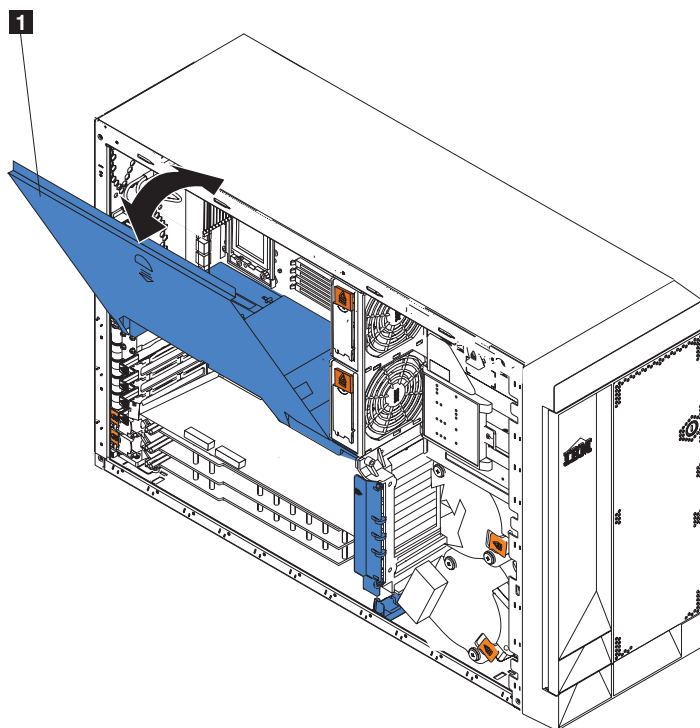
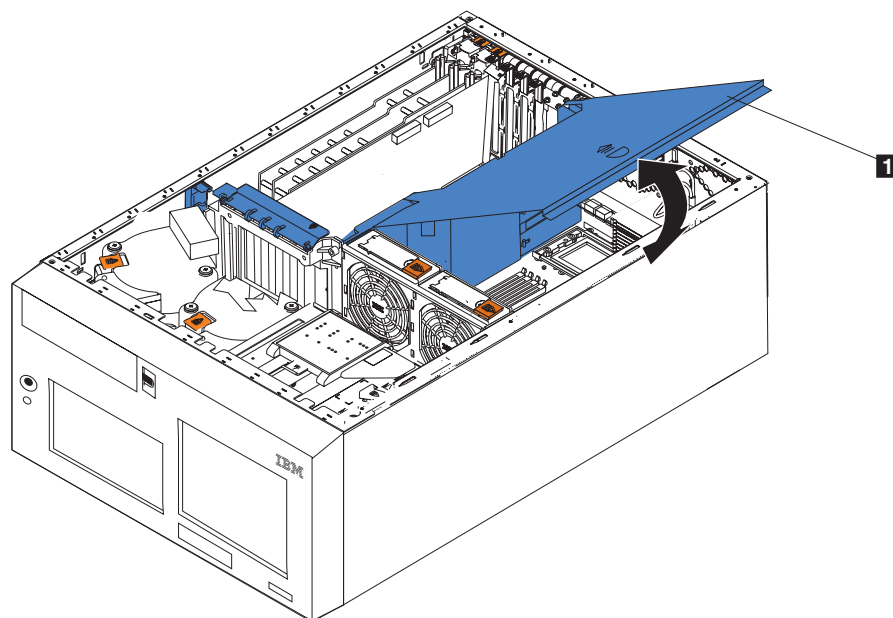

図 65. エア・バッフル・アセンブリー・カバーのオープン (モデル 25T)
図 66. エア・バッフル・アセンブリー・カバーのオープン (ラック・マウントへの移行機能付きモデル 25T)
4. 図 65 および 図 66 に示されたエア・バッフル・アセンブリーのカバーを開きます。
3. エア・バッフル・アセンブリー上のカバーをオープンします。イラストについては、87 ページの図 65 および 87 ページの図 66 を参照してください。